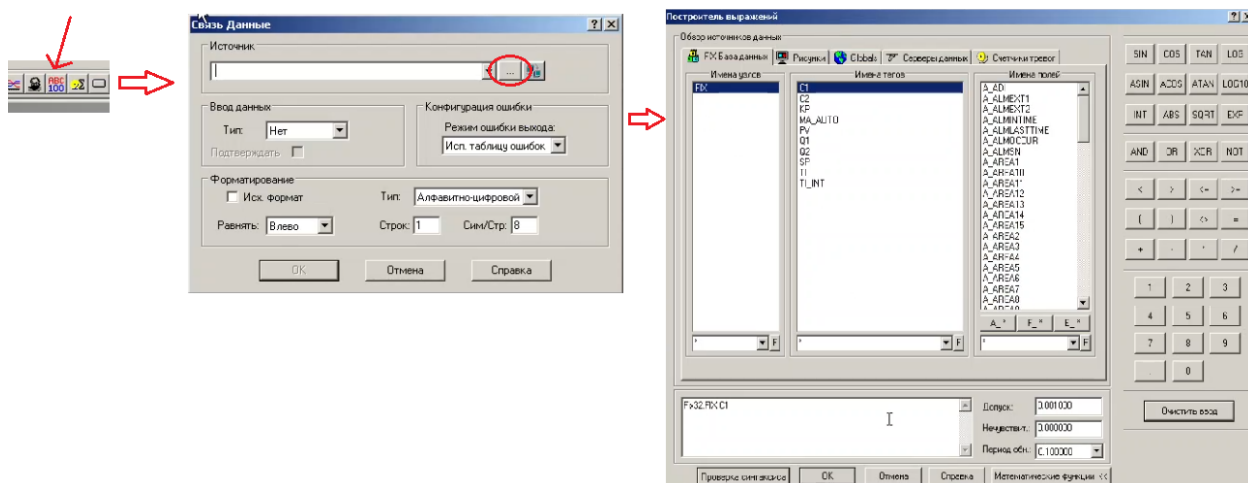

Рисунок 33 - Создание поля ввода и привязка к переменной
- Создание поля ввода и привязка к переменной (Рисунок 33):